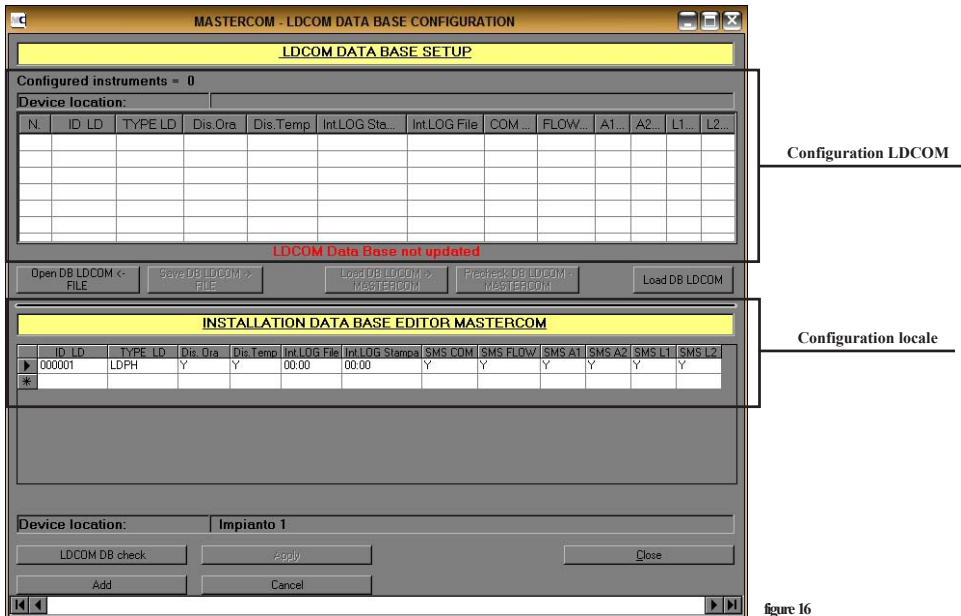

figure 16
6. L'écran de la figure 16 est divisé en deux sections : la section supérieure correspond à la configuration présente dans l'appareil LDCOM relié au PC, tandis que la section inférieure représente la configuration présente sur le PC sur lequel est exécuté le programme « MasterComm ». S'il s'agit de la première exécution du programme, aucune donnée ne sera présente dans les deux zones.
Si l'appareil LDCOM est déjà configuré, il suffit de charger la base de données qu'il contient en cliquant sur « LOAD DB LDCOM » (attendre le message de confirmation « configuration ok ») et ensuite sur « LOAD DB LDCOM -> MASTERCOMM » (chargement de la base de donnée sur le logiciel « MasterComm »). Dans la zone de configuration LDCOM (section supérieure de la figure 16) se trouvent les appareils déjà configurés.
8. Pour ajouter un appareil, il est nécessaire de le configurer dans la zone locale (section inférieure de la figure 16) du MasterComm, puis il faut le charger dans la base de données du LDCOM. Pour réaliser cette configuration, cliquer sur la première case blanche appelée « ID LD » présente dans la partie inférieure de l'écran sur la figure 16 et saisir les six chiffres qui constituent le numéro d'identification (ID) de l'appareil (par exemple : 000001).
9. Cliquer sur la case suivante appelée « Type LD » présente dans la partie inférieure de l'écran sur la figure 16, puis saisir le nom de l'appareil conformément à ce qui est indiqué ci-dessous :
10. Cliquer sur la case suivante appelée « Dis. Ora » présente dans la partie inférieure de l'écran sur la figure 16 et saisir « Y » (sans guillemets) pour afficher l'heure de l'appareil sur l'écran principal du MasterComm ou saisir « N » pour ne pas afficher cette information.
11. Cliquer sur la case suivante appelée « Dis. Temp. » présente dans la partie inférieure de l'écran sur la figure 16 et saisir « Y » (sans guillemets) pour afficher la température relevée par l'appareil sur l'écran principal du MasterComm ou saisir « N » pour ne pas afficher cette information.
12. Cliquer sur la case suivante appelée « Int. Log File » présente dans la partie inférieure de l'écran sur la figure 16 et saisir les heures et les minutes au format HH:MM pour créer à intervalles réguliers sur l'ordinateur un fichier journal contenant les informations sur l'état de l'appareil. Laisser ce champ vide pour désactiver cette fonction.
13. Cliquer sur la case suivante appelée « Int. Log Stampa » présente dans la partie inférieure de l'écran sur la figure 16 et saisir les heures et les minutes au format HH:MM pour imprimer le fichier journal à intervalles réguliers sur l'imprimante branchée à l'ordinateur. Laisser ce champ vide pour désactiver cette fonction.
14. Cliquer sur la case suivante appelée « SMS COM » présente dans la partie inférieure de l'écran sur la figure 16 et saisir « Y » (oui) ou « N » (non) pour envoyer un SMS vers un numéro de téléphone défini en cas de perte de connexion entre le PC et l'appareil. Pour utiliser cette fonction, il est nécessaire de configurer la carte GSM présente à l'intérieur du modem.
15. Cliquer sur la case suivante appelée « SMS FLOW » présente dans la partie inférieure de l'écran sur la figure 16 et saisir « Y » (oui) ou « N » (non) pour envoyer un SMS vers un numéro de téléphone défini en cas d'absence de flux dans l'installation. Pour utiliser cette fonction, il est nécessaire de configurer la carte GSM présente à l'intérieur du modem.
16. Cliquer sur la case suivante appelée « SMS A1 » présente dans la partie inférieure de l'écran sur la figure 16 et saisir « Y » (oui) ou « N » (non) pour envoyer un SMS vers un numéro de téléphone défini en cas de déclenchement de l'Alarme 1 de l'installation. Pour utiliser cette fonction, il est nécessaire de configurer la carte GSM présente à l'intérieur du modem.
17. Cliquer sur la case suivante appelée « SMS A2 » présente dans la partie inférieure de l'écran sur la figure 16 et saisir « Y » (oui) ou « N » (non) pour envoyer un SMS vers un numéro de téléphone défini en cas de déclenchement de l'Alarme 2 de l'installation. Pour utiliser cette fonction, il est nécessaire de configurer la carte GSM présente à l'intérieur du modem.
18. Cliquer sur la case suivante appelée « SMS L1 » présente dans la partie inférieure de l'écran sur la figure 16 et saisir « Y » (oui) ou « N » (non) pour envoyer un SMS vers un numéro de téléphone défini en cas de déclenchement de l'Alarme niveau 1 de l'installation. Pour utiliser cette fonction, il est nécessaire de configurer la carte GSM présente à l'intérieur du modem.
19. Cliquer sur la case suivante appelée « SMS L2 » présente dans la partie inférieure de l'écran sur la figure 16 et saisir « Y » (oui) ou « N » (non) pour envoyer un SMS vers un numéro de téléphone défini en cas de déclenchement de l'Alarme niveau 2 de l'installation. Pour utiliser cette fonction, il est nécessaire de configurer la carte GSM présente à l'intérieur du modem.